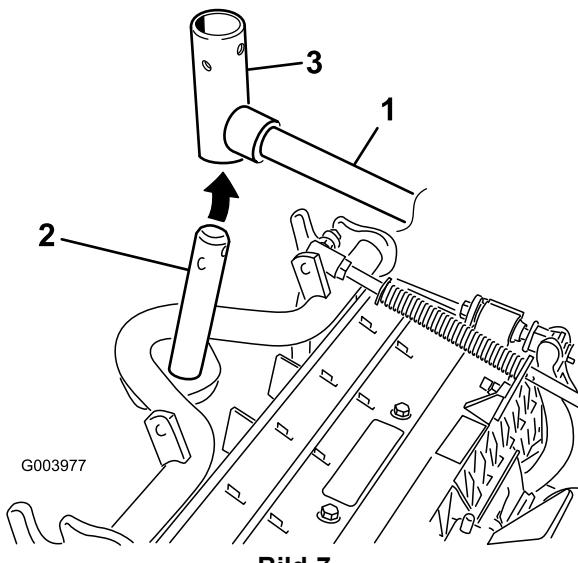

Bild 7
7. Frontschneideeinheiten: Schieben Sie eine Schneideeinheit unter den Hubarm und schieben Sie gleichzeitig die Trägerrahmenwelle in das Gelenkjoch des Hubarms (Bild 7).
- B. Setzen Sie das Hubarmjoch in die Trägerrahmenwelle ein (Bild 7).